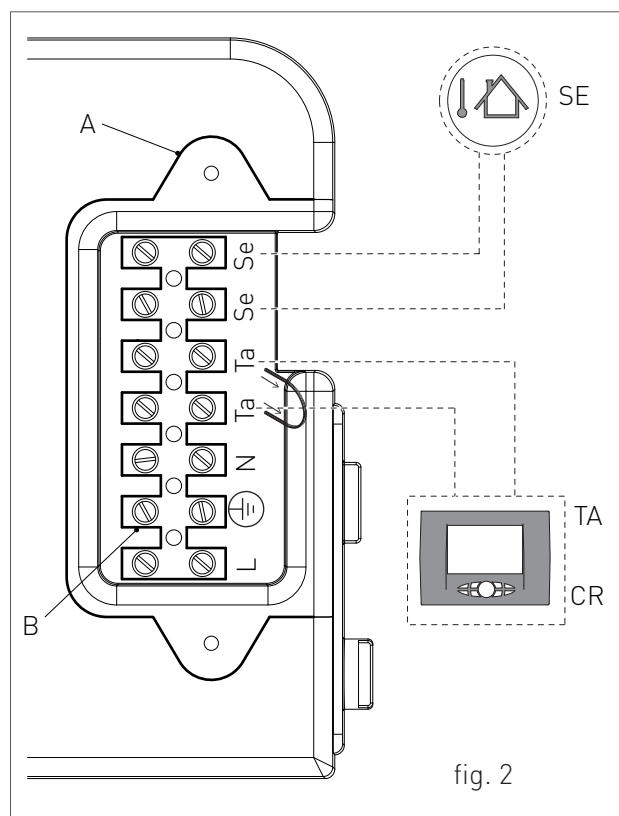

fig. 2
- › rimuovere il mantello frontale della caldaia (vedi capitolo ACCESSO ALLA CALDAIA); svitare le due viti e rimuovere il piastrino "A" (vedi fig. 2).
- › Una volta rimosso il piastrino effettuare i seguenti collegamenti sulla morsettiera "B" (vedi fig. 2):